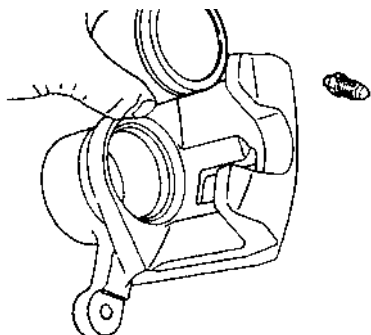

Рис. 7.38.
- проверить техническое состояние поршня, полости цилиндра, а также перепускного клапана и места его установки в цилиндре (рис. 7.38);